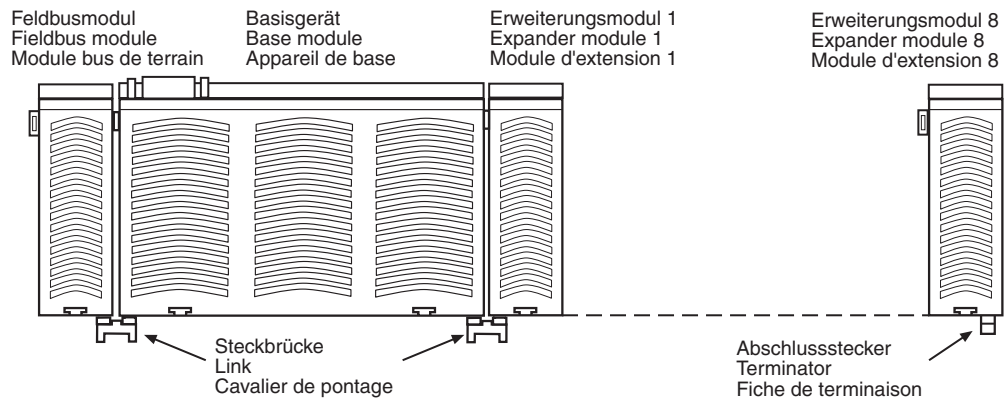

Fig. 4: Basisgerät und Erweiterungsmodul verbinden
- Verbinden Sie das Basisgerät, die Erweiterungsmodule und das Feldbusmodul mit den mitgelieferten Steckbrücken (siehe Fig. 4).
- Connect the base module, the expansion modules and the fieldbus module using the jumpers supplied (see Fig. 4).
- Reliez l'appareil de base, les modules d'extension et le module bus de terrain avec les cavaliers de pontage livrés avec les appareils (voir Fig. 4).